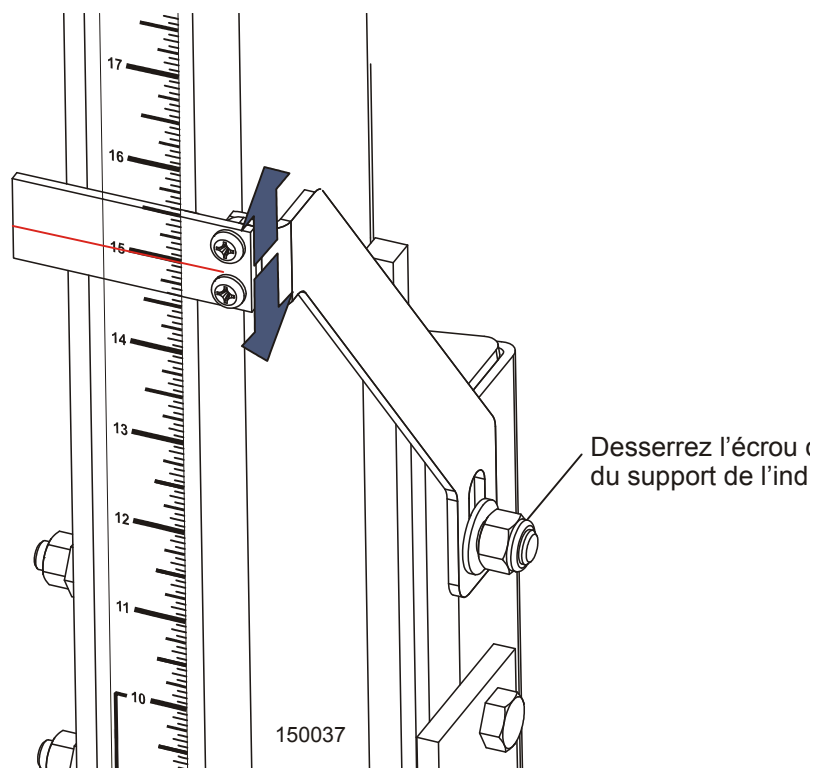

FIG. 8-26
**Voir Figure 8-26.** Desserrez l'écrou de montage du support de l'indicateur. Ajustez le support vers le haut ou vers le bas jusqu'à ce que l'indicateur soit aligné avec la mark de (0,8 mm [+0 -1/32]) sur l'échelle. Resserrez l'écrou de montage de l'indicateur.